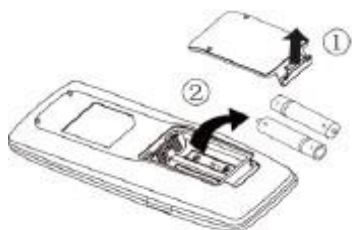

Fig. 1
- (1). Sollevare il coperchio nella direzione della freccia (come illustrato in Fig 1 ①).
- (2). Estrarre le batterie originali (come illustrato in Fig 1 ②).